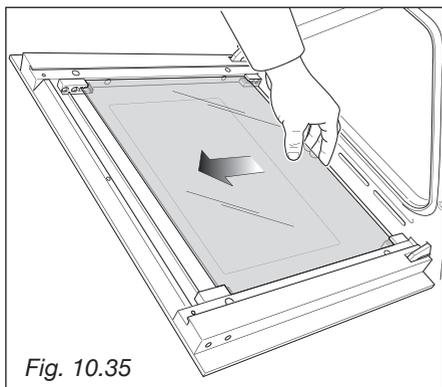

Fig. 10.35
- Sganciare il vetro intermedio dai morsetti inferiori spingendolo nel senso della freccia (fig. 10.35).